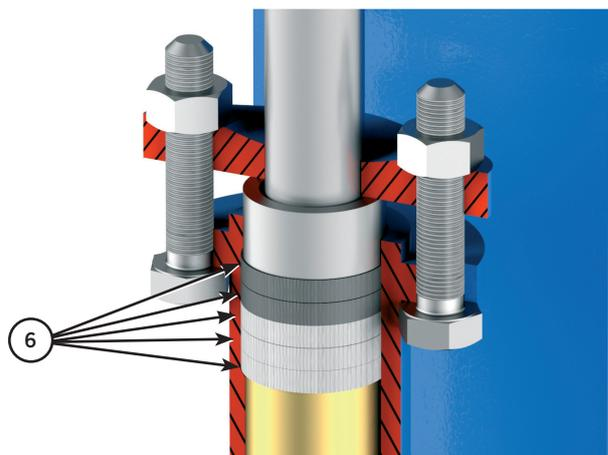

Fig. 21
La empaquetadura (6) estándar de **CMO Valves** se compone de varias líneas ó capas de material de empaquetadura que proporcionan la estanqueidad entre los ejes y el cuerpo, evitando cualquier tipo de fuga a la atmósfera, mediante el sellado y compresión de la empaquetadura por medio de casquillos y bridas apretadas tornillería, tal y como se muestra en la fig 21.